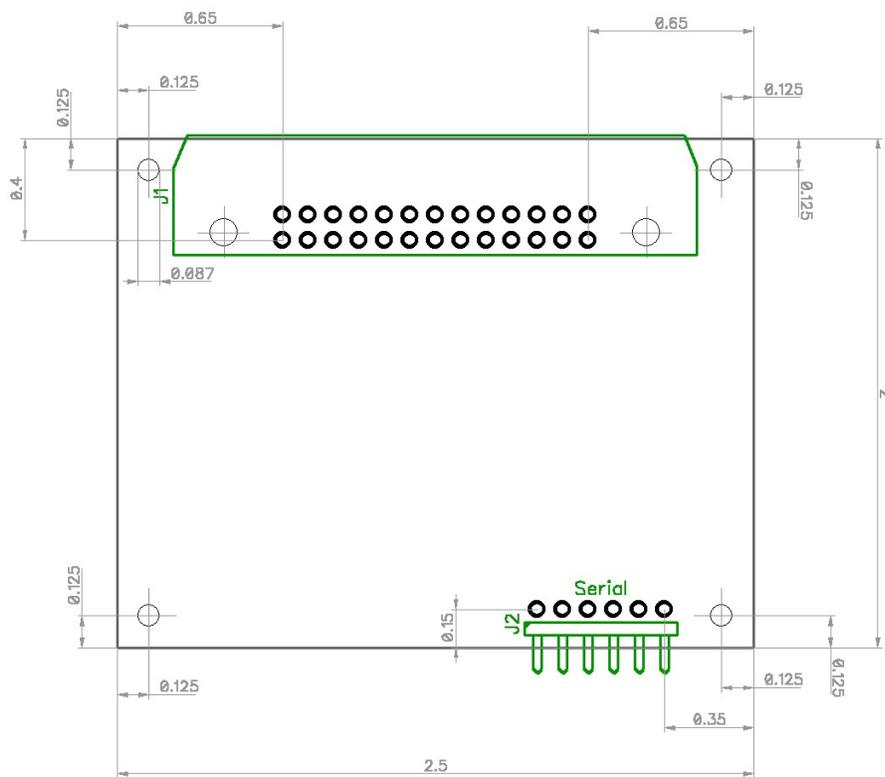

Figura 32: Posicionamento inicial a ser seguido, medidas em polegadas
- Iniciar a criação do layout de sua placa impressa utilizando o posicionamento inicial mostrado na Figura 32
Na Figura 32 as dimensões da placa são aproximadamente 50 mm por 63,5 mm que correspondem a 2,0 pol. por 2,5 pol. Os 4 furos para fixação da placa possuem diâmetro interno de 0,094 pol. para parafusos M2 e diâmetro externo de 0,217 pol. para manter a isolamento entre porcas e arruelas até as trilhas. O posicionamento dos headers, furos e dimensões da placa devem ser rigorosamente obedecidos para poderem ser fabricados. A placa deve ser identificada com as iniciais dos nomes dos componentes do grupo, turma e grupo da lista de chamada colocados dentro de um retângulo na camada TOP SILK. A posição do quadro de identificação não é rigorosa, este pode ser colocado num local onde não existam componentes nem jumpers.
O relatório, para cada aluno, deverá conter 3 figuras geradas a partir da impressão do layout executado, uma para a face dos componentes, uma para a face da solda e uma do modelo 3-D da placa. A figura do lado dos componentes deverá conter as dimensões da placa e indicações do posicionamento dos componentes de acordo com a Figura 32.
- posicionamento dos componentes de acordo com a Figura 32